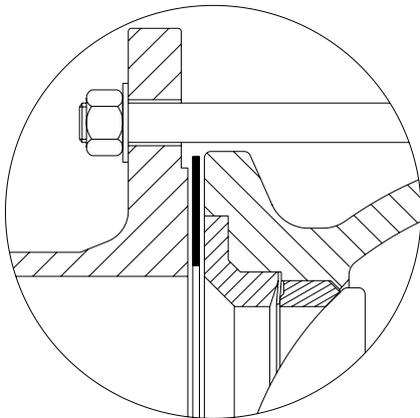

Fig.5-2 Flanschdichtung
- Versichern Sie sich, dass das Ventil und die Dichtungen korrekt zentriert sind und Sie Dichtungen der richtigen Qualität verwenden. Die Dichtfunktion des Ventils hängt von den Dichtungen an der Einlassseite ab, welche den Druck von der Anschlussflansch an die Abdeckplatte weiterleitet (→ Fig. 5-2).